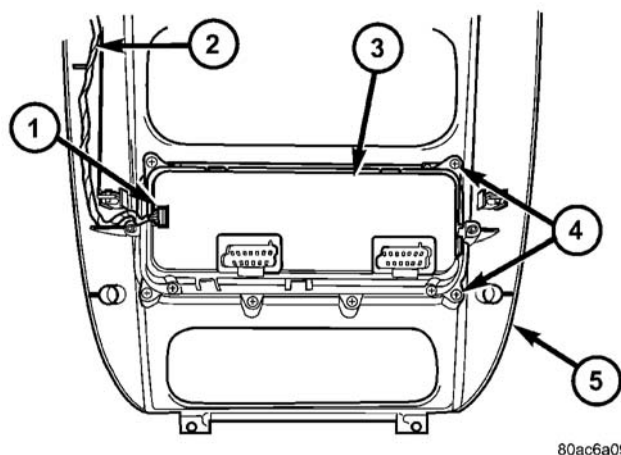

图1 暖风空调控制装置
- （4）若车辆选装了自动温度控制（ATC）系统，从暖风空调控制装置背面的插座上断开红外传感器跨接线线束接头（图1）。